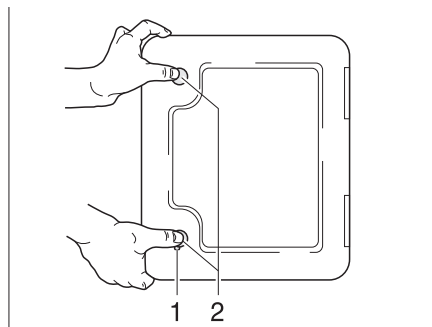

Bild 143 Lucka för toalett-kassetten
- Öppna luckan till kassetten på fordonets utsida. Stick för detta in nyckeln i låscylindern i trycklåset (Bild 143,1) och vrid den ett kvarts varv.
- Tryck samtidigt in de två trycklåsen (Bild 143,2) med tummarna och öppna luckan för kassetten.